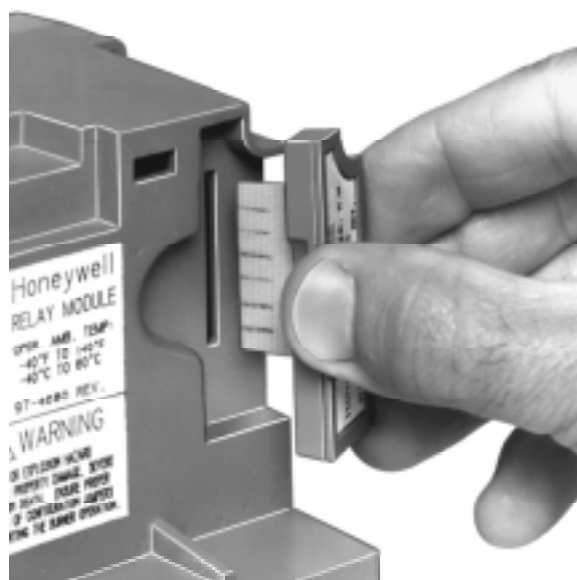

Fig. 1 - Instalación de la Tarjeta de Purga.
2. Quitar la ST7800A (sí está instalada) del Módulo de Relé Serie 7800 jalando hacia fuera por la cubierta de soporte de plástico, ver Fig. 1.
4. Orientar apropiadamente la tarjeta de purga hacia la apertura en el Módulo de Relé, e insertar la Tarjeta de Purga dentro del compartimento del Módulo de Relé, ver Fig. 1.